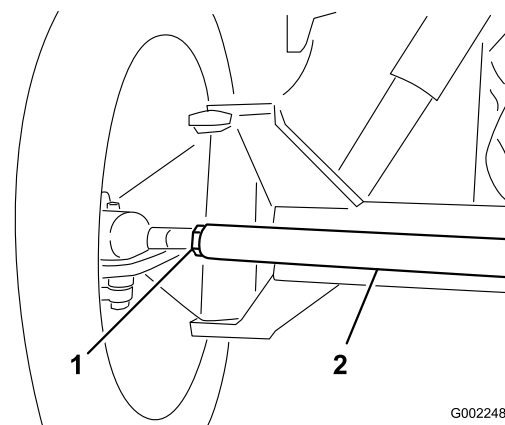

図 102
3. 前後の測定値の差が所定範囲にない場合、タイロッド両端のジャムナットを外して調整を行う (図 102)。